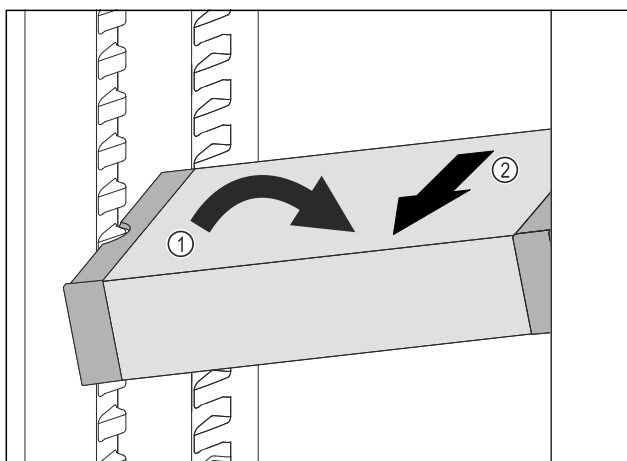

Fig. 73
- Impostare il vano frigorifero di VarioSafe ad angolo. Fig. 73 (1)
- Rimuovere VarioSafe tirando in avanti. Fig. 73 (2)